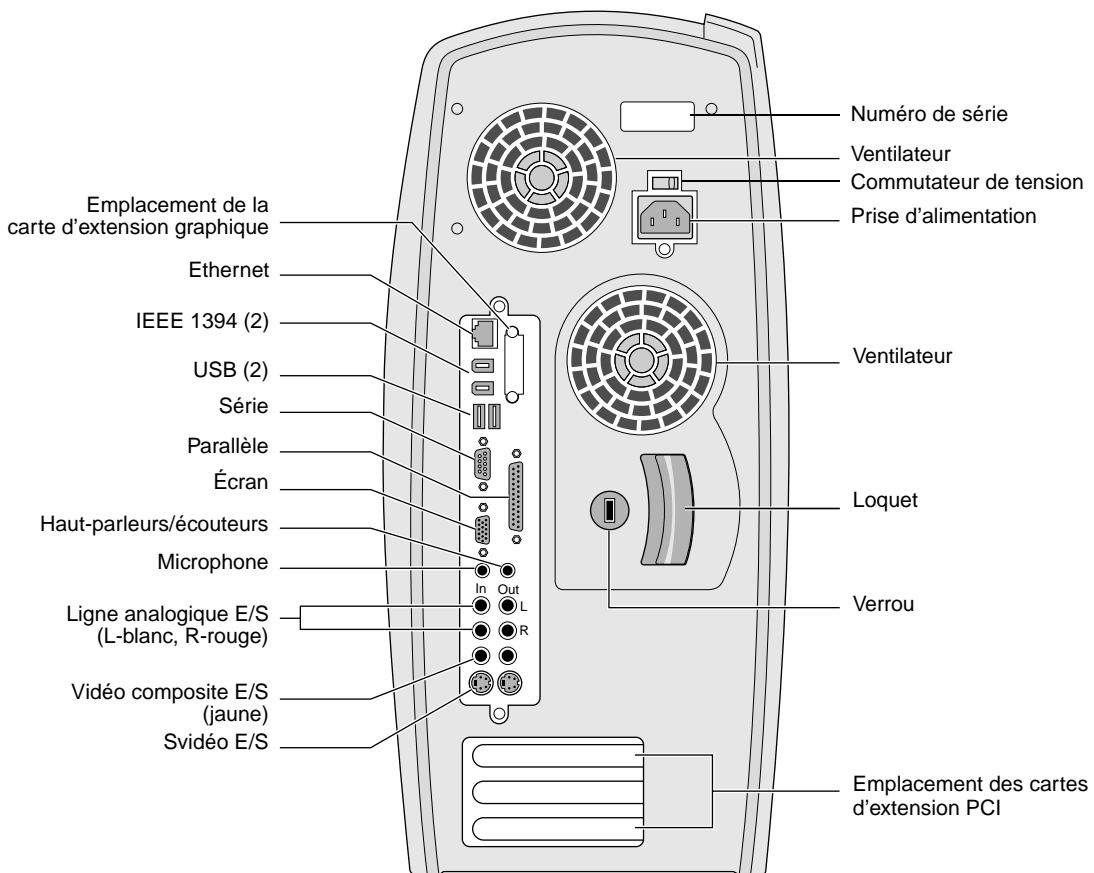

Figure 1-2 Vue arrière du système (intitulés des ports)
Après avoir déballé et fait l'inventaire du matériel, vous êtes prêt à configurer votre station de travail. Reportez-vous au dépliant d'installation livré avec la station de travail ou aux instructions contenues dans les pages suivantes. Vous pouvez aussi vous aider de la Figure 1-2 pour identifier tous les ports à l'arrière du système.
7. Branchez tous les périphériques externes, tels que les imprimantes, les modems ou les haut-parleurs. Référez-vous à la Figure 1-2 pour identifier les ports.